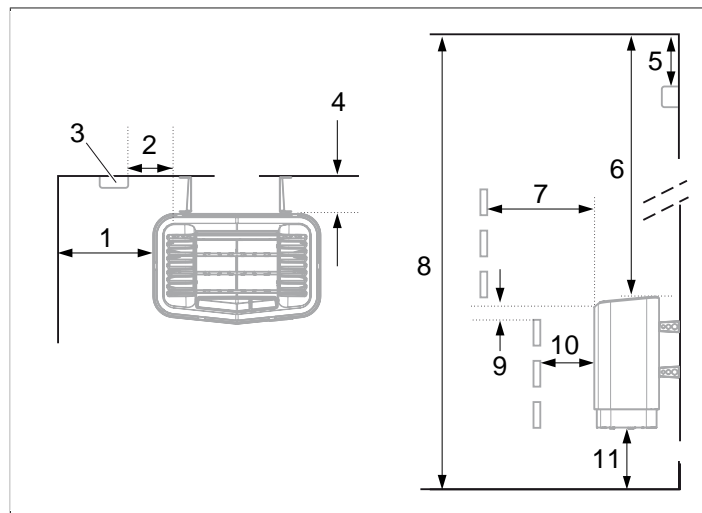
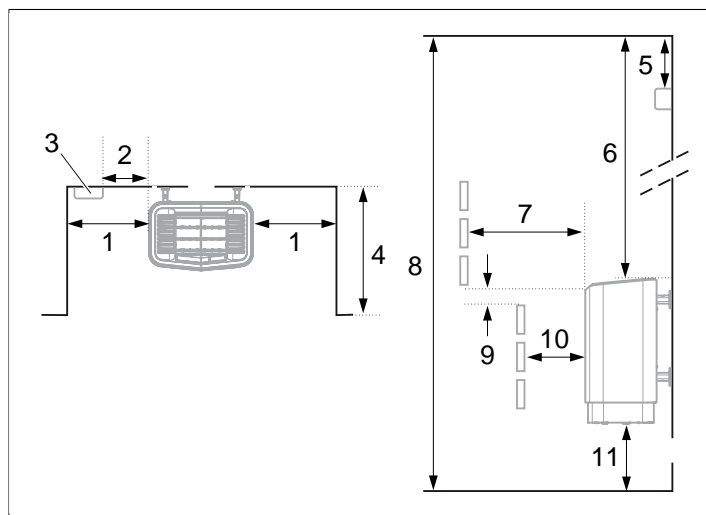

Рисунок 3: Размещение каменки – нормальная установка
Рисунок 5: Размещение каменки – установка в нише
- Planera sensors placering (se **Рисунок 3**, страница 2 samt **Рисунок 5**, страница 3).
- У той же стены что и дверь (только в исключительном случае у боковой стены, но тогда как можно ближе к дверному проему). Возможно размещение каменки в нише (см. **Рисунок 5**, страница 3).
- на безопасном расстоянии от пола, боковых стен и интерьера (см. **Рисунок 3**, страница 2).
Установить датчик, как показано на рисунке (см. **Рисунок 3**, страница 2).
1. Установите устройство на безопасном расстоянии от пола, боковых стен и элементов интерьера (см. **Рисунок 5**, страница 3).
2. Установите датчик, как показано на рисунке (см. **Рисунок 5**, страница 3).